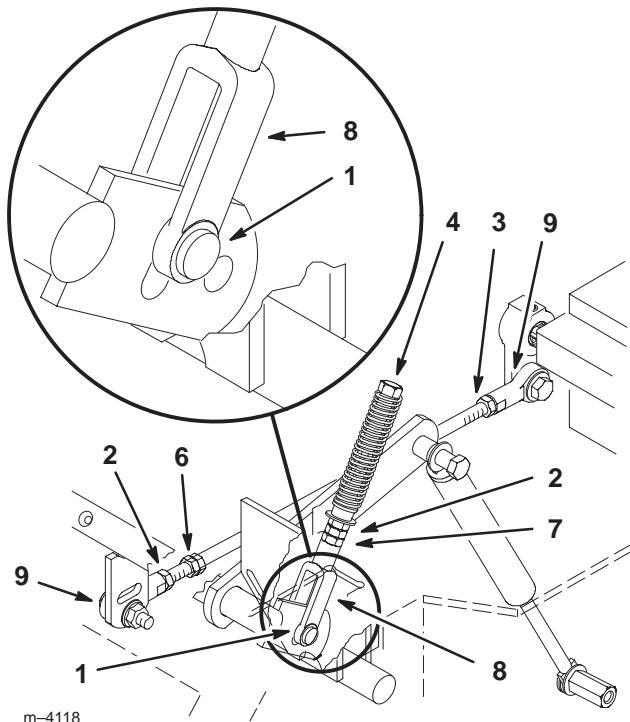

Figure 55
6. Tirez-le ensuite en arrière jusqu'à ce que l'axe de chape (situé sur le bras au-dessous de l'axe de pivot) touche l'extrémité de la fente (c.-à-d. commence juste à appuyer sur le ressort) (Fig. 55).
8. Si un réglage s'impose, desserrez l'écrou et l'écrou de blocage vissés contre la chape (Fig. 55).
10. Serrez l'écrou et l'écrou de blocage (Fig. 55).
1. Desserrez les contre-écrous sur les rotules de la tige de commande de la pompe (Fig. 55).
5. Réglez la longueur de la tige de pompe en tournant les doubles écrous dans le sens voulu, jusqu'à ce que la roue soit immobilisée ou tourne légèrement en marche arrière (Fig. 55).
8. Serrez les écrous contre les rotules (Fig. 55).